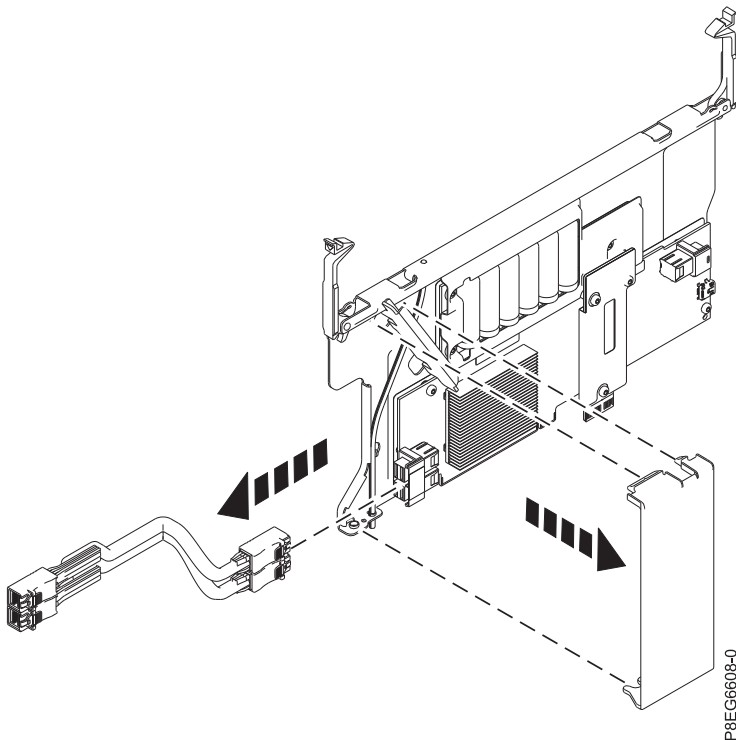

Abbildung 5. Luftstromabdeckung aus dem internen 6-Gb-PCIe3-x8-SAS-RAID-Adapter mit Cache ausbauen, der an Position P1-C15 installiert ist
10. Wenn Sie den internen SAS-RAID-Adapter aus Position P1-C15 ausbauen, bauen Sie die Luftstromabdeckung aus dem Adapter aus. Drücken Sie zuerst auf die Oberseite der Abdeckung und heben Sie dann die Unterseite der Abdeckung aus der Bohrung im Gehäuse des internen SAS-RAID-Adapters heraus. Legen Sie die Abdeckung beiseite, um sie für den Austauschadapter wiederzuverwenden. Siehe Abb. 5 auf Seite 8.